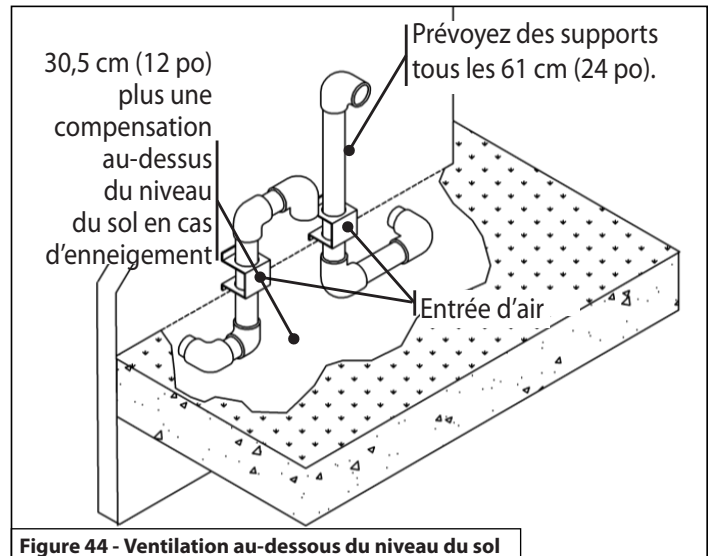

Figure 44 - Ventilation au-dessous du niveau du sol
- Creusez le site jusqu'au niveau des conduits, comme illustré à la Figure 44.